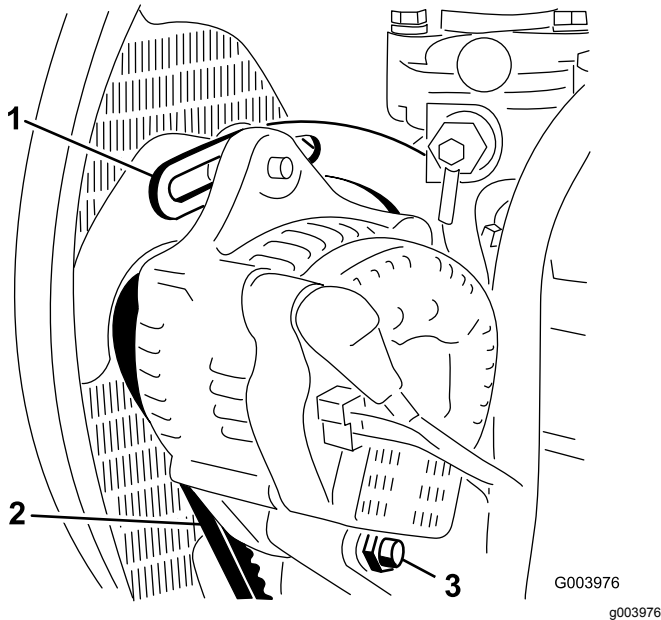

Bild 59
2. Prüfen Sie die Spannung des Lichtmaschinen-riemens, indem Sie eine Kraft von 10 kg in der Mitte zwischen der Lichtmaschine und den Riemenscheiben der Kurbelwelle ansetzen (**Bild 59**).
3. Lockern Sie die Schraube, mit der die Strebe am Motor befestigt ist (**Bild 59**) sowie die Schraube, mit der die Lichtmaschine an der Strebe und der Drehschraube befestigt ist.